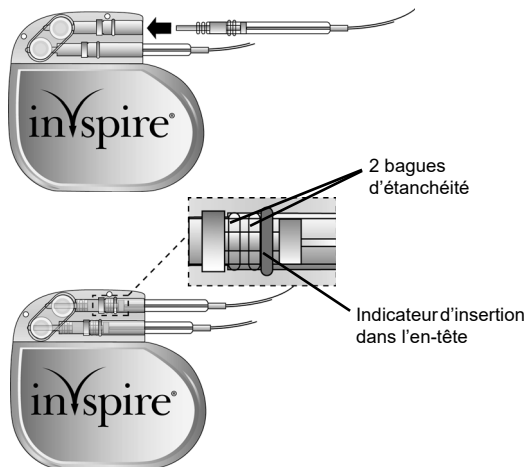

Figure 18. Insertion du connecteur de l'électrode de stimulation dans le port de connexion du générateur identifié par STIM
2. En saisissant l'électrode à environ 3 cm (1,2 po) de l'extrémité du connecteur, insérez le connecteur de l'électrode dans le port de connexion du générateur identifié par **STIM** (Figure 18).